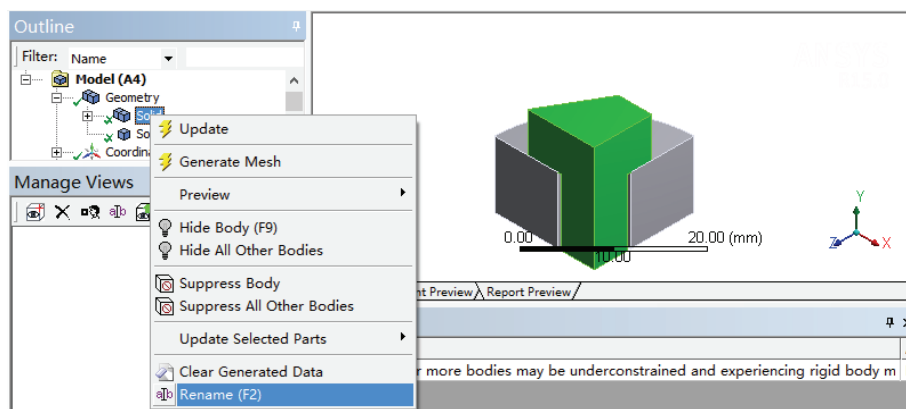

图 8-18 重命名
2) 选择 Mechanical 界面左侧 Outline 树结构图中 Geometry 选项下的第 1 个 Solid 单击右键, 如图 8-18 所示, 选择 Rename 更名为 STUD。